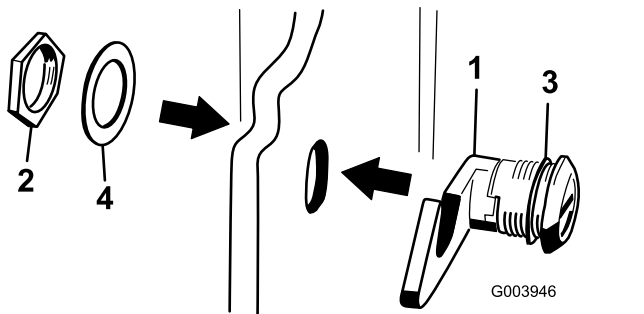

Figura 20
3. Retire a porca do trinco do capot (Figura 20).